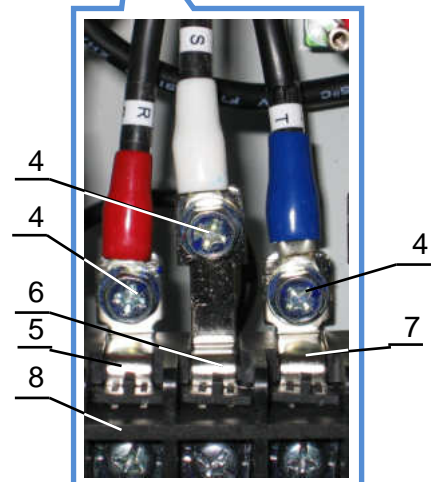

Рис.7.28
7.10.6. Установить силовые провода **R, S, T** цепей питания. Наконечники меньшего размера проводов R, S, T закрепить винтами (1) на токоведущих стойках (2) платы модуля IGBT (3) (рис.7.28). Наконечники большего размера проводов R, S, T закрепить винтами (4) на выводах клемм R (5), S (6), T (7) силовой клеммной колодки (8) (рис.7.28).